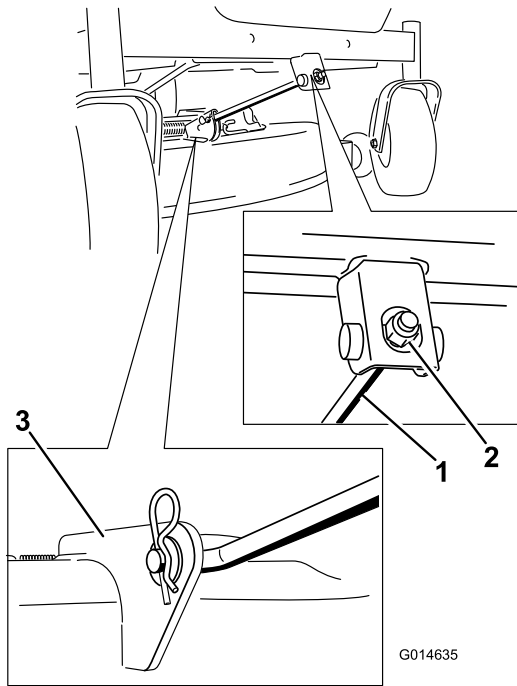

Figure 67
4. Retirez la goupille fendue de la tige de support avant et déposez la tige du support de plateau (Figure 67). Abaissez doucement l'avant du plateau de coupe au sol.
- Fixez la tige de support avant au plateau de coupe à l'aide de l'axe de chape et de la goupille fendue (Figure 67).